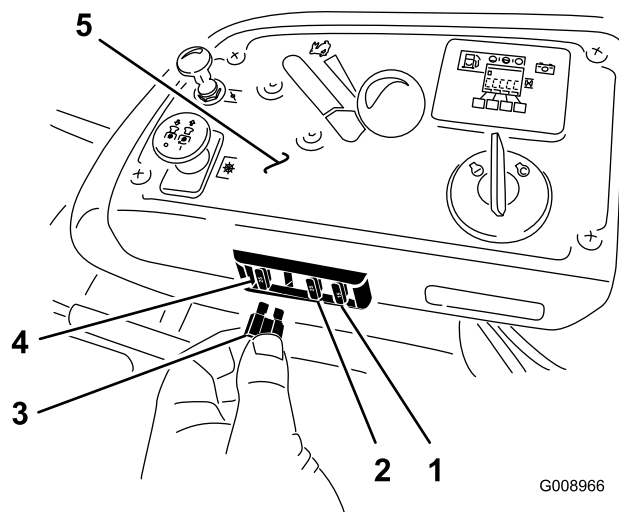

Figura 73
I fusibili sono posizionati sulla consolle a destra del sedile (Figura 73).
2. Montate un fusibile nuovo (Figura 73).